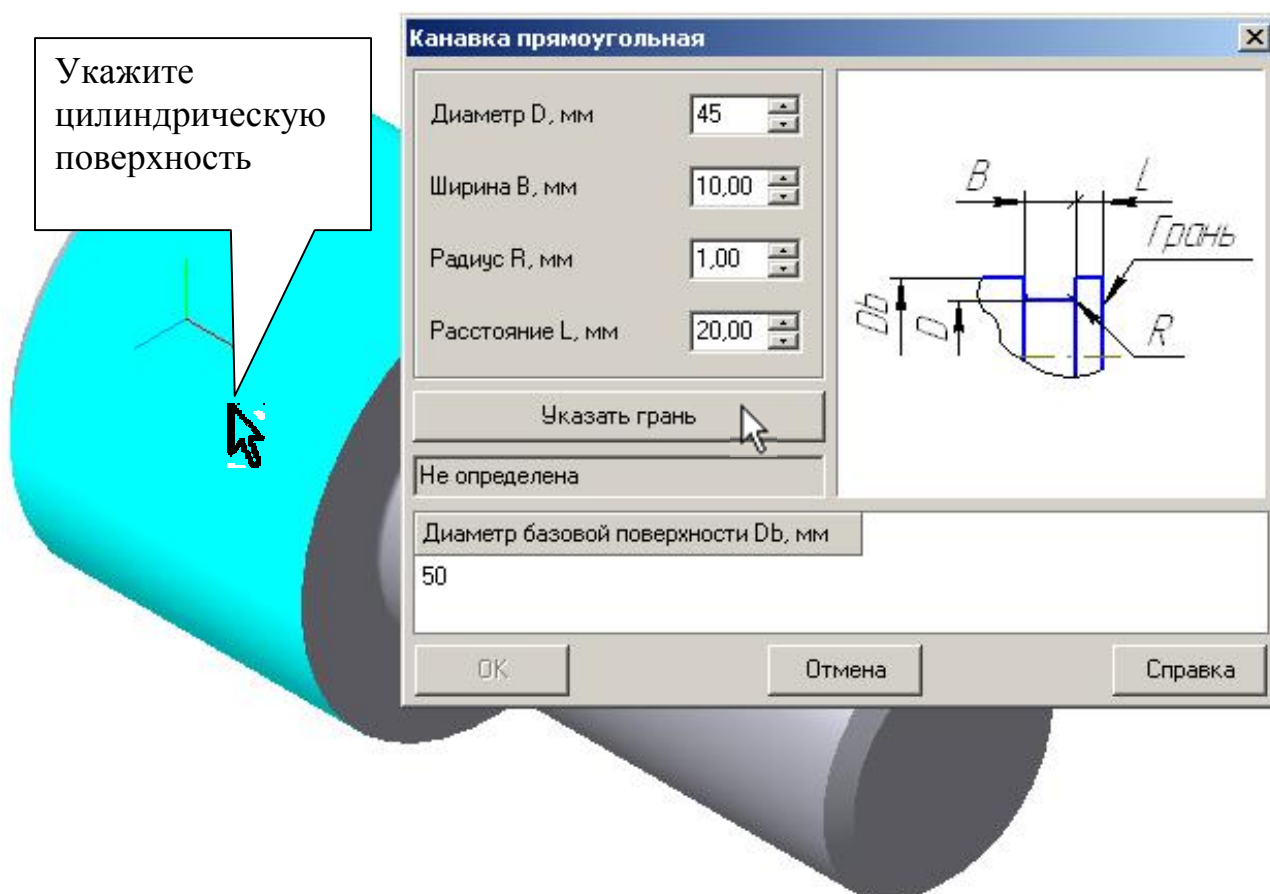
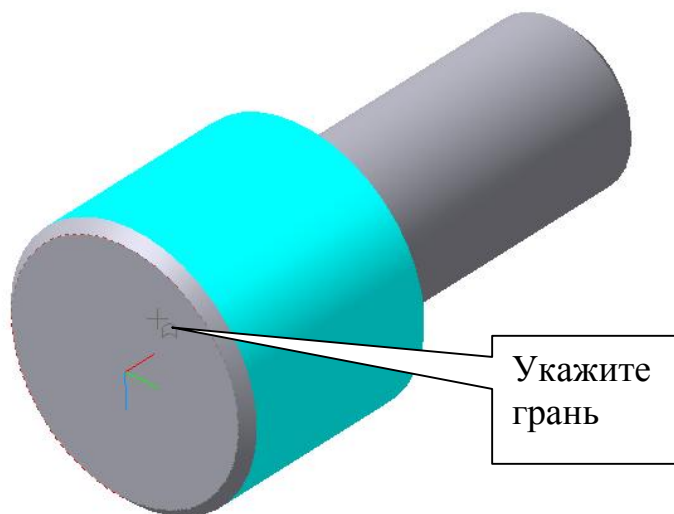

Рис. 96
Рис. 97
- Для выполнения прямоугольной канавки откройте библиотеку **Библиотека канавок для КОМПАС – 3D**. Для этого нажмите кнопку **Менеджер библиотек**  на панели **Стандартная**. Откройте библиотеку в разделе **Машиностроение**. Включите раздел **Канавка прямоугольная** и на запрос системы «Укажите цилиндрическую поверхность» укажите поверхность, на которой расположена канавка, рис. 96.
В появившемся окне введите параметры канавки согласно рис. 96 и нажмите кнопку «Указать грань». Укажите грань согласно рис. 97.